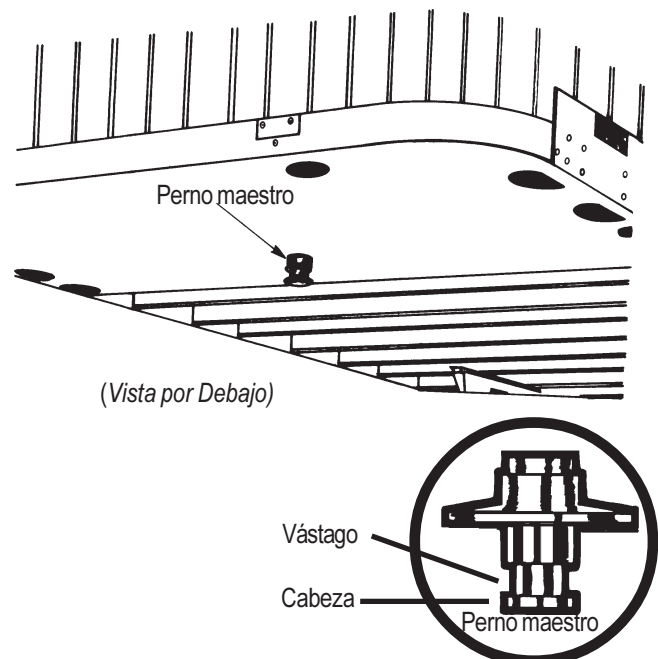

Figura 6-4 Perno Maestro del Remolque
- Asegúrese que las mandíbulas de la quinta rueda estén cerradas alrededor del vástago del perno maestro. (Figura 6-4)